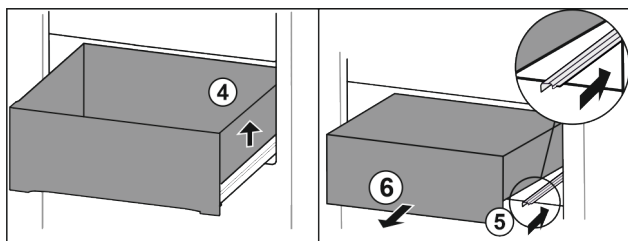

Fig. 97
- ▶ Unieść szufladę po prawej. Fig. 97 (4)
- ▶ Wsunąć prawą szynę. Fig. 97 (5)
- ▶ Wyjąć szufladę do przodu. Fig. 97 (6)